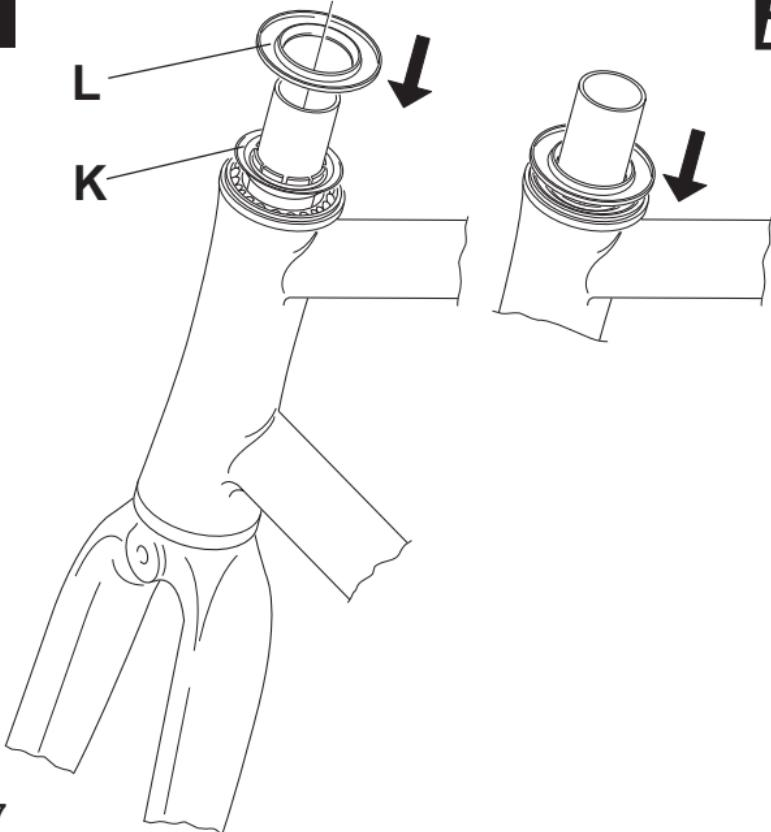

Fig. 7
I • Per posizionare il cono superiore prendete il coperchio del cono superiore (L - Fig. 7), montatelo in senso contrario sul tubo forcella e spingete fino in fondo il cono superiore (K) come illustrato.
GB • Use the bearing cover (L - Fig. 7) (turned upside-down) to press the upper cone race (K) firmly down over the steerer tube as illustrated.
D • Zum Positionieren des oberen Konus den oberen Konusdeckel (L - Abb. 7) umgekehrt auf dem Gabelschaft aufsetzen und den oberen Konus (K) so wie dargestellt bis ganz zum Anschlag einpressen.
F • Pour positionner le cône supérieur, prendre le couvercle du cône supérieur (L – Fig. 7) et le monter dans le sens contraire sur le pivot de la fourche. Comme le montre la figure, pousser le cône supérieur (K) jusqu'au fond.
E • Para montar el cono superior, tomar la tapa del citado cono (L - Fig. 7) y colocarla en sentido contrario en el tubo de la horquilla. Apretar el cono superior (K) a fondo, tal como se indica.
NL • Gebruik de kogellager cover (L- fig. 7) (omgekeerd) om de bovenste cup goed over de vorkbus te drukken, zoals is aangegeven.